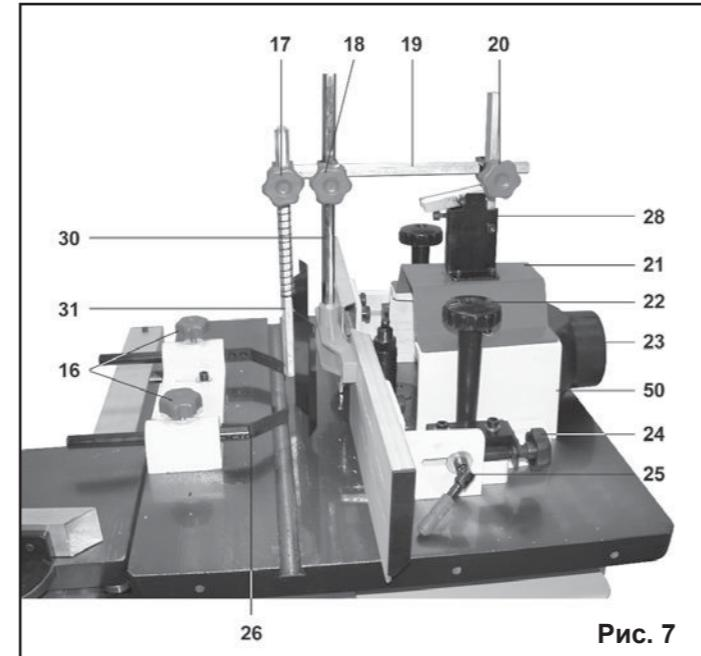

Рис. 7
8.3.4. Как показано на Рис. 7 зажимом крепления на стойке (28) установите и винтом фиксации (20) закрепите штангу (19). На штанге (19) в зажимах установите и винтами фиксации (17 и 18) закрепите прижимную пластины (31) и прижимную планку (30). При закреплении под винты фиксации (17,18,20) подкладывайте металлические пластины (см. комплектность).